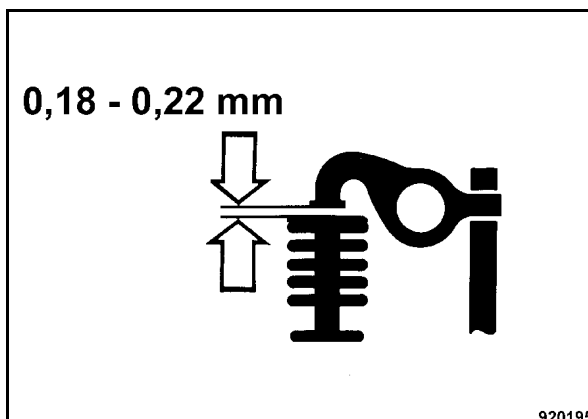

Fig. 121
- Comprobar la hendidura entre leva del balancín y válvula con una galga de espesores (Fig. 121).